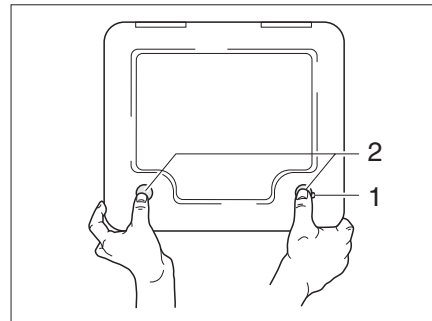

Bild 105 Lucka för toalett-kassetten
- ▶ Öppna luckan till kassetten på fordonets utsida. Stick för detta in nyckeln i låscylindern i trycklåset (Bild 105,1) och vrid den ett kvarts varv.
- ▶ Tryck samtidigt in de två trycklåsen (Bild 105,2) med tummarna och öppna luckan för kassetten.